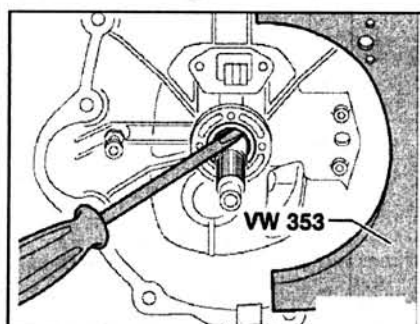

Рис. 4.33. Извлеките сальник с помощью отвертки.
5. Извлеките сальник с помощью отвертки (рис. 4.33).